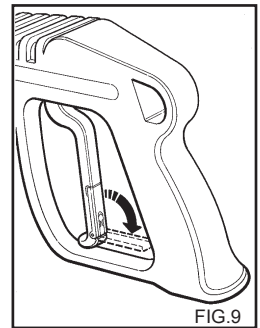

FIG. 9
- Quando l' idropulitrice non viene utilizzata chiudere il dispositivo di sicurezza dell' impugnatura (fig. 9).